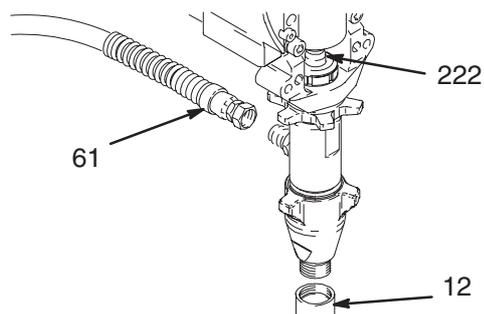

Fig. 8
3. Fig. 8. Haga funcionar la bomba con el vástago del pistón (222) en su posición más baja.
4. Fig. 8. Retire el tubo de aspiración (12) y la manguera (61).